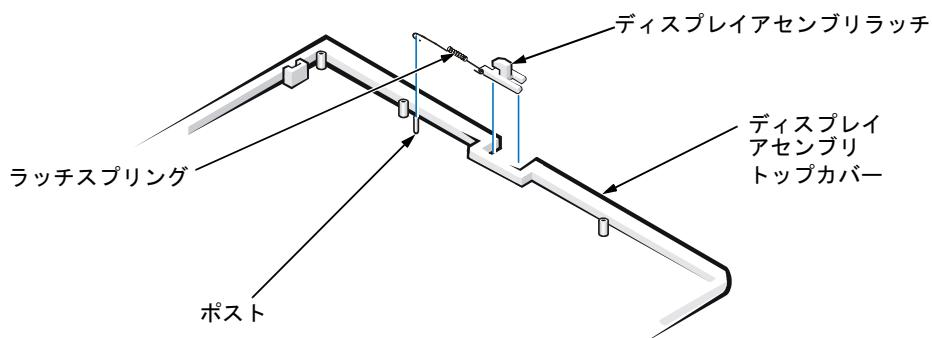

図 10 ディスプレイアセンブリラッチの取り外し
- ディスプレイアセンブリラッチをディスプレイアセンブリトップカバーから持ち上げます (図 10 参照)。
- ディスプレイアセンブリトップカバーのポストからラッチスプリングをスライドさせて取り外します (図 10 参照)。